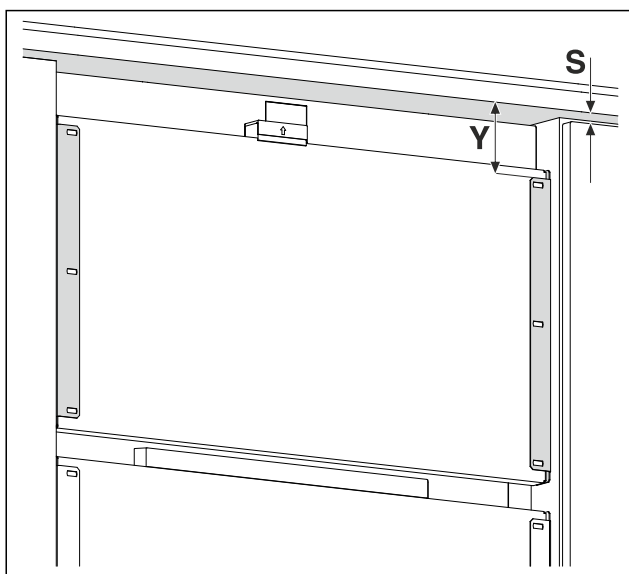

Fig. 16 Voorbeeldweergave
- Meet de afstand Fig. 16 (Y) vanaf de onderkant van het meubelfront tot de bevestigingsbeugel.
- Meet de afstand Fig. 16 (S) vanaf de onderkant van het meubelfront tot de bovenkant van de meubeldeur.